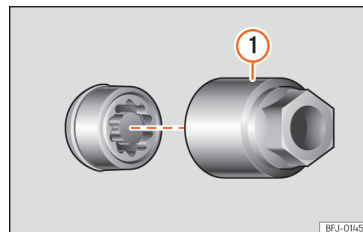

Fig. 239 Caragol antirobatori de la roda amb caputxó i adaptador.
- Encaixeu l'adaptador especial »» fig. 239 ① (eina de bord »» pàg. 329) en el caragol antirobatori de la roda fins al límit.